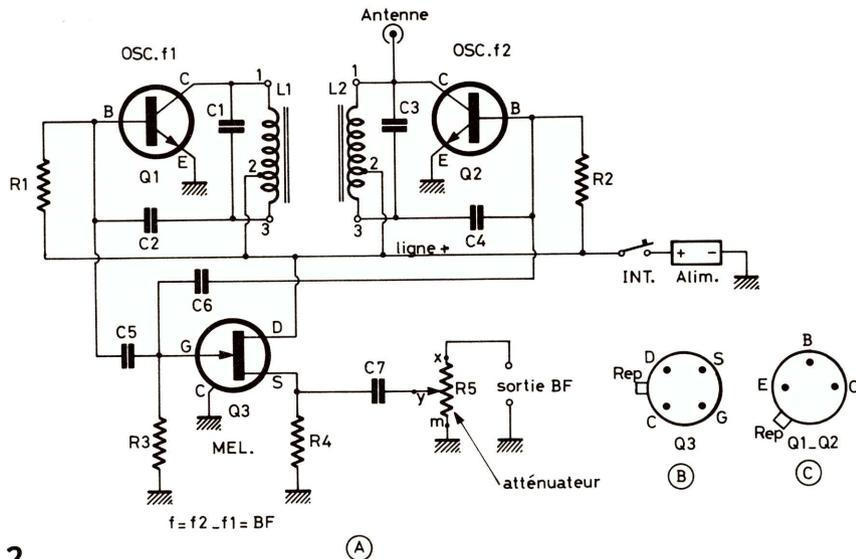
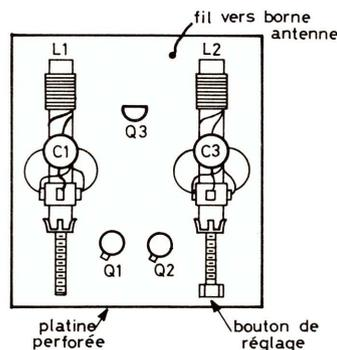
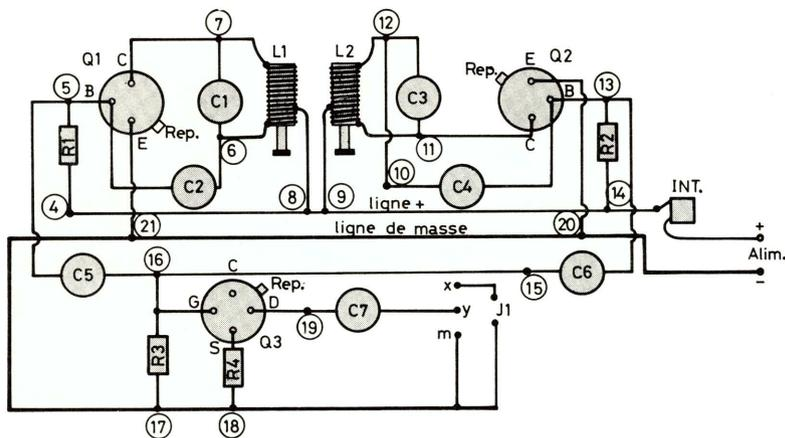

Figure 2
Figure 3
Figure 4
Les branchements des transistors sont indiqués aux figures 2 (B) et 2 (C). Les boîtiers sont vus avec les fils orientés vers l'observateur. A noter que le FET possède quatre fils, dont celui marqué C (*case en anglais = boîtier en français*) correspond au boîtier métallique qui le blinde.
En raison de l'emploi de semi-conducteurs et de bobines HF, donc petites et légères, le montage des éléments de la figure 2 peut s'effectuer sur une platine de petites dimensions comme celle de la figure 3 par
Voici à la figure 4, un plan de connexions dans lequel les dimensions réelles ne sont pas respectées. Il permet de se rendre compte d'une manière précise des connexions à effectuer entre composants.
La construction sera aisée en se basant sur la figure 3 qui donne l'emplacement des principaux composants et la figure 4 qui donne tous les branchements.
Les deux bobines seront disposées comme le montre la figure 3 donc, à une distance, d'axe en axe, de 5,5 cm environ, la plaque étant de 8,7 cm \times 11,4 cm environ.